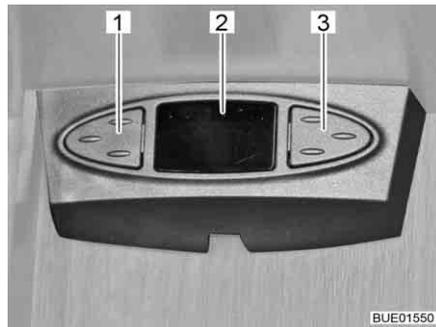

Bild 28 Sat-Maus
Je nach Modell ist die Satellitenanlage mit einer Sat-Maus ausgestattet. Die Anzeige (Bild 28,2) der Sat-Maus zeigt den eingestellten Kanal an. Mit den beiden Tasten können die Grundfunktionen der Satellitenanlage bedient werden (Senderwechsel, Ein-/Aus schalten).
- Vorherigen Sender aus der Senderliste wählen: Linke Taste (Bild 28,1) drücken.
- Nächsten Sender aus der Senderliste wählen: Rechte Taste (Bild 28,3) drücken.
- Zwischen Radio und TV umschalten: Tasten (Bild 28,1 und Bild 28,3) gleichzeitig kurz drücken.
- Receiver ein-/ausschalten: Tasten (Bild 28,1 und Bild 28,3) gleichzeitig drücken und gedrückt halten.